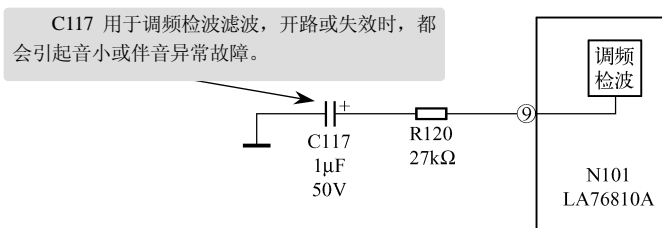

图 7-13 调频检波电路故障检修
检查与分析：首先检查 N101（LA76810A）有关音频信号处理的引脚电压。当测量 N101（LA76810A）⑨脚时，有伴音，且噪声较大，电压值为 1.8V，正常值应为 2.0V。因而怀疑外部元器件不良。再进一步检查，⑨脚外接 C117 开路，用 1μF/50V 电解电容器更换后，故障被排除，如图 7-13 所示。
小结：在如图 7-13 所示中，C117 和 R120 组成调频检波滤波电路，当 C117 或 R120 开路、变值时，都会引起伴音异常故障。因此，检修时可首先注意检查更换 C117。